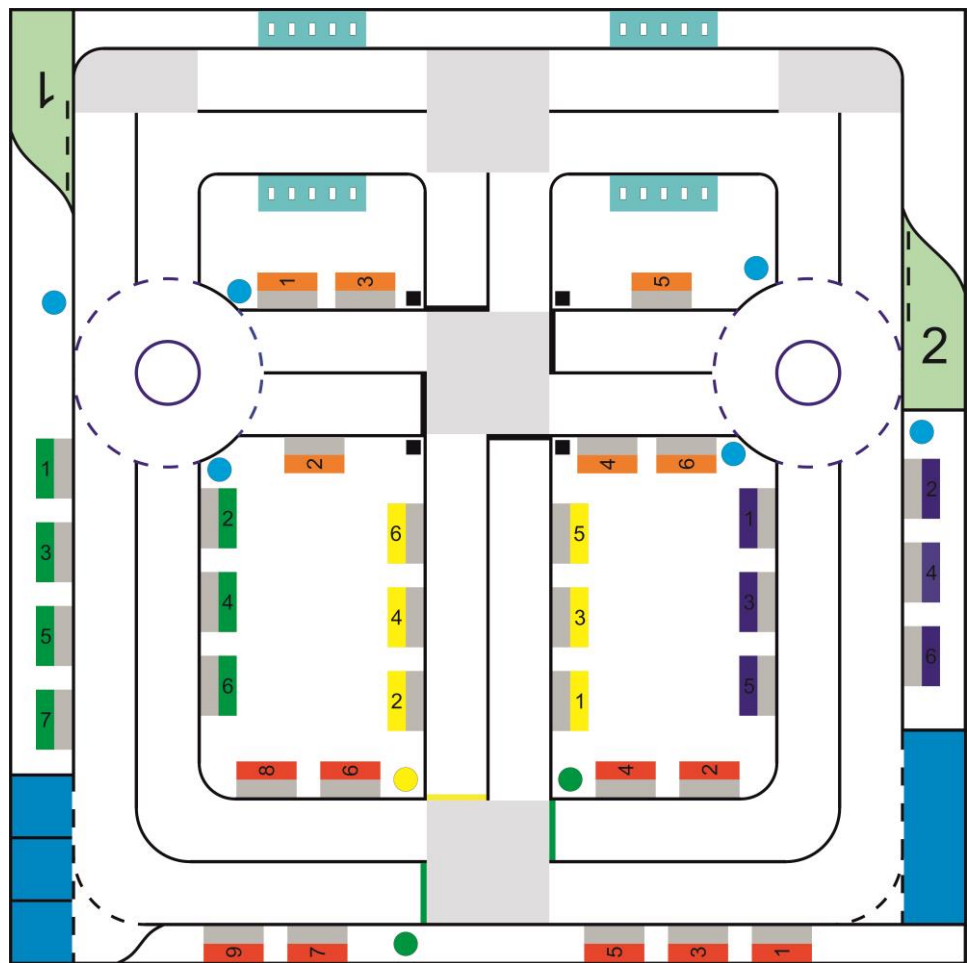

Рисунок 1 – Игровое поле AutoNet 14+
10.3. На поле присутствуют следующие игровые зоны и элементы (Рисунок 1 – Игровое поле):